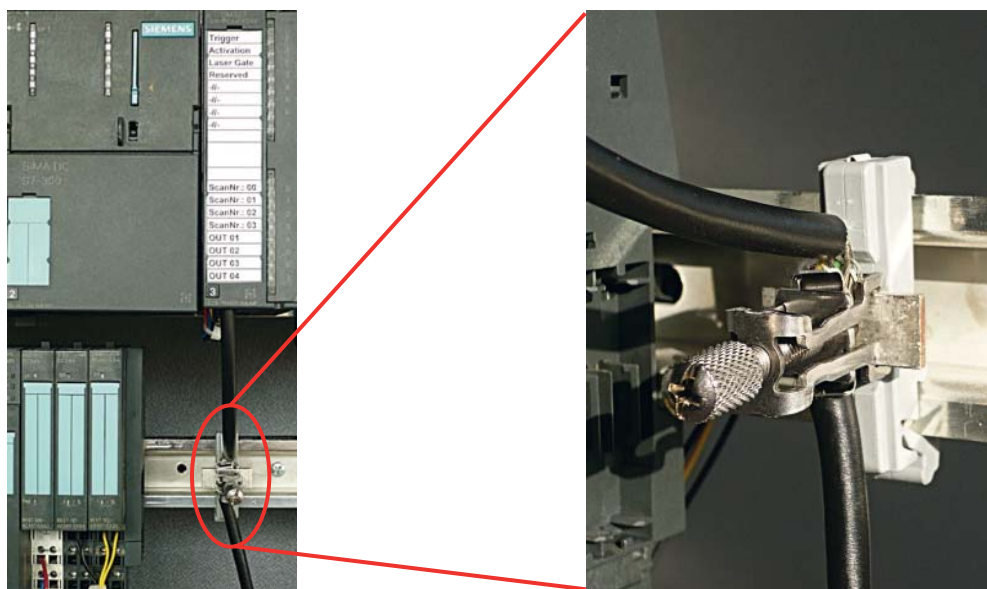

Figure 7.3 : Branchement du blindage des câbles sur l'API
- ↪ Serrez le blindage à plat sur FE dans l'API (voir figure 7.3).